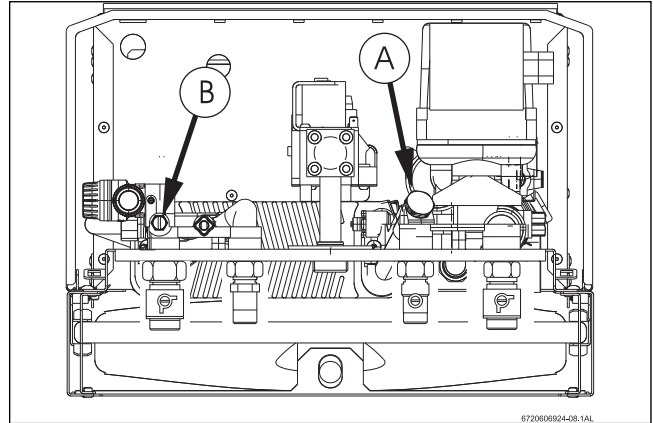

Fig. 33
- ▶ Desapertar o tampão (Fig. 33 , Pos. A).
- ▶ Desaparafusar o parafuso de purga (Fig. 33 , Pos. B).